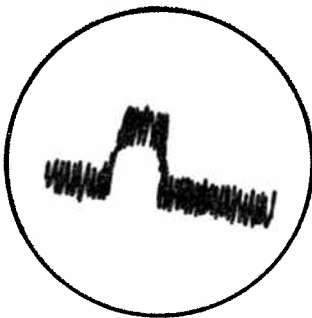

Bild 12.
43. Anslut provsladden till mottagarens utgång. Känsligheten skall vara bättre än 77 dB under 0,1 V vid signal/brusförhållandet 2:1. Se bild 12.
61. Anslut en krokodilklämma över kontaktgruppen i alarmrelät A5 i mottagarens kraftenhet så att onödiga frånslag av fyren förhindras. Innan alarmkretsarna ställs in: kontrollera mottagarkänsligheten. Känsligheten skall vara bättre än 77 dB under 0,1 V vid signal/brusförhållanden 2:1. Se bild 12. Låg känslighet kan eventuellt bero på att kristallfrekvensen har ändrats.